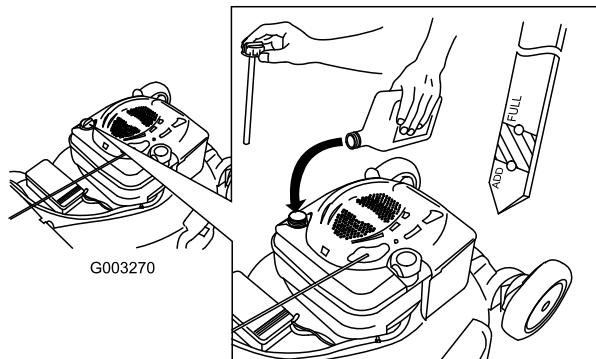

Bild 38
- Nehmen Sie den Peilstab heraus und lesen den Ölstand ab, siehe Bild 38.